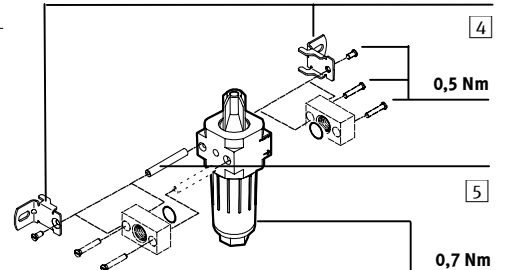

Bild 2 / Fig. 2
- Verwenden Sie Haltewinkel Typ HFOE-...-MICRO, die beiliegenden Stehbolzen und Befestigungsschrauben zur Befestigung [4] und [5] in Bild 2).